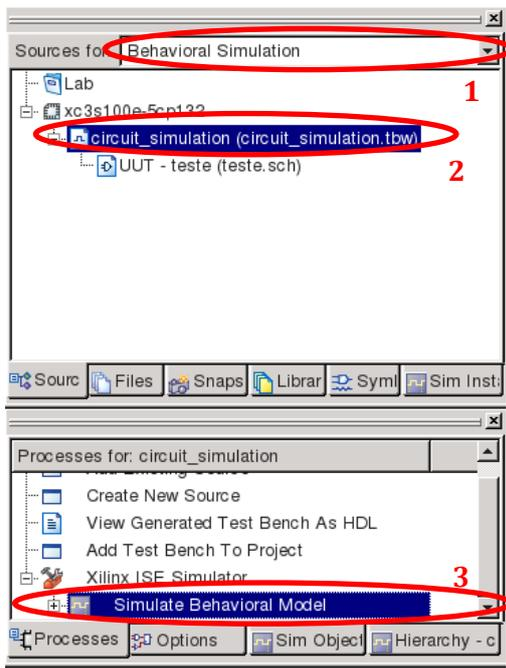
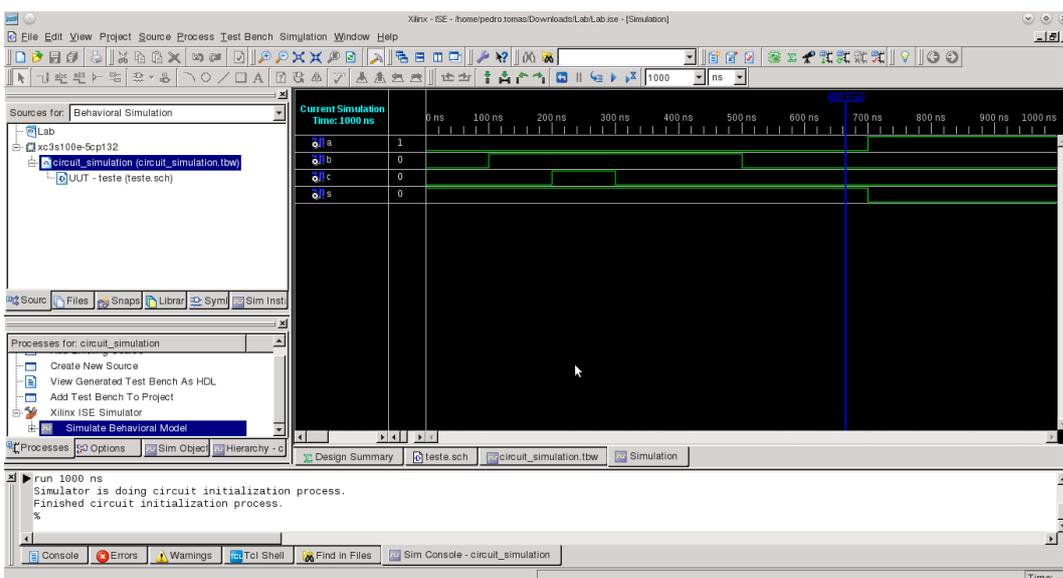

Figura 12 - Para a simulação do circuito é necessário:
Figura 13 - Simulação do circuito teste .sch.
- 6 Para simular o circuito, na TAB “*Sources*” escolha a opção “*Behavioral Simulation*” (ver Figura 12) e depois o ficheiro de estímulos `circuit_simulation`. Seguidamente, na TAB “*Processes*” execute o comando “*Simulate Behavioral Model*”. Deverá aparecer uma janela com a evolução temporal dos sinais de entrada e saída do circuito, tal como ilustrado na Figura 13.